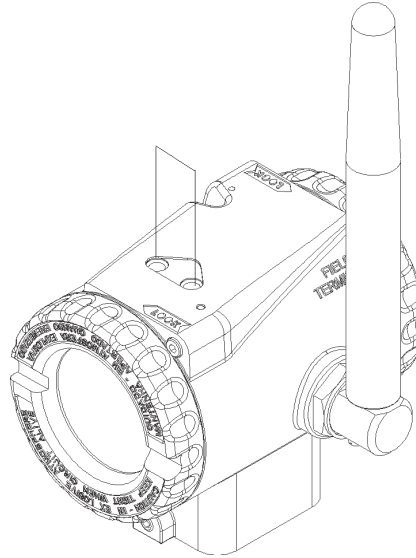

Figura 4.2 – Ajuste Local de Zero e Span
Veja na Figura 4.1 as posições dos jumpers de Ajuste Local e Proteção de Escrita na placa principal. O transmissor tem, sob a placa de identificação, dois orifícios que permitem a colocação da chave magnética para que seja feito o Ajuste Local. Veja a Figura 4.2.
- Insira a chave magnética em **(Z)** (veja Figura 4.2);